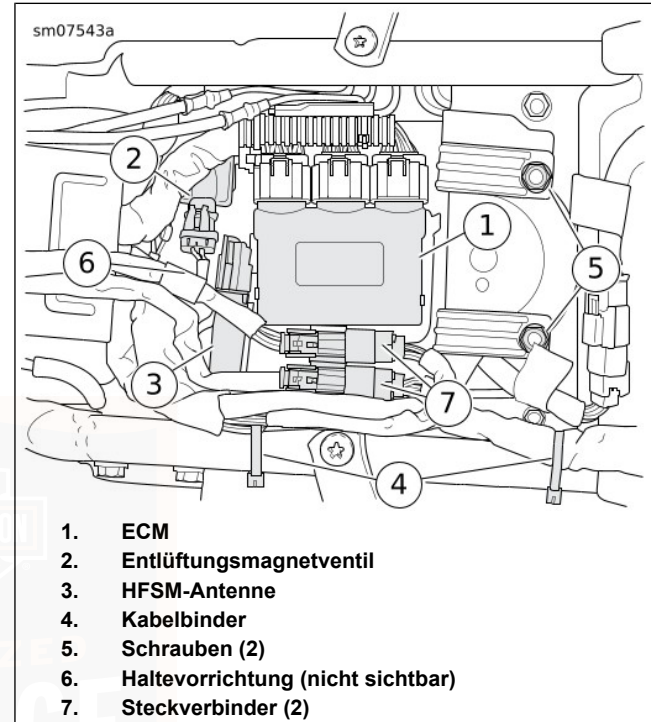

Abbildung 62. Obere Elektrietafel
2. Siehe Abbildung 62. ECM (1) von der oberen Elektriztafel lösen. Beiseiteschieben.
3. Sofern vorhanden, das Entlüftungsmagnetventil (2) nach vorne verschieben, um es von der oberen Elektriztafel zu lösen.
4. **Modelle mit Sicherheitssystem:** Die Handsfree-Sicherheitsmodul-Antenne (3) von der oberen Elektriztafel lösen und aus dem Weg schieben.
5. Steckverbinder (7) von den Fixierungen auf der oberen Elektriztafel lösen.
6. Befestigungsteile (5) entfernen.
7. Kabelbinder durchschneiden (4). Die Kabelbäume verschieben, um mehr Freiraum für die obere Elektriztafel zu erhalten.
7. Siehe Abbildung 62. Die obere Elektriztafel in die Einbaustellung bringen und die Verriegelung in die Niederhaltevorrichtung eingreifen lassen.
8. Die obere Elektriztafel mit Befestigungsteilen (5) am Rahmenquerträger befestigen. Festziehen.